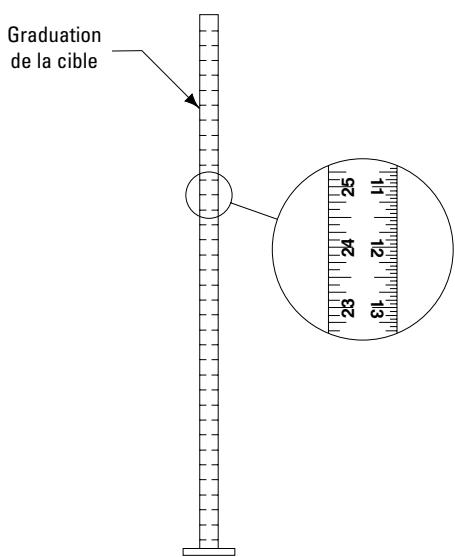

Fig. 29
- D. Commencer par la position "A", Fig. 3, pointer le niveau sur la cible et marquer le chiffre ou la graduation sur l'échelle en pouce de la cible qui s'aligne sur la ligne de mire du niveau, Fig. 29.